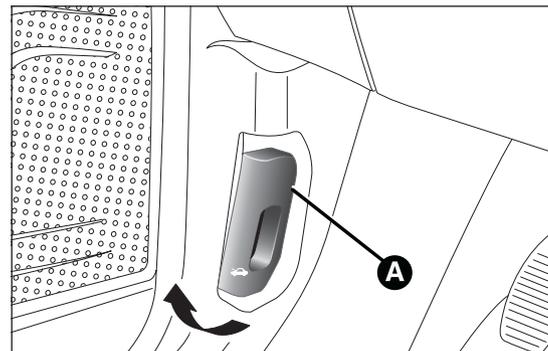

fig. 65
- tirare la leva A fig. 65 nel senso indicato dalla freccia;